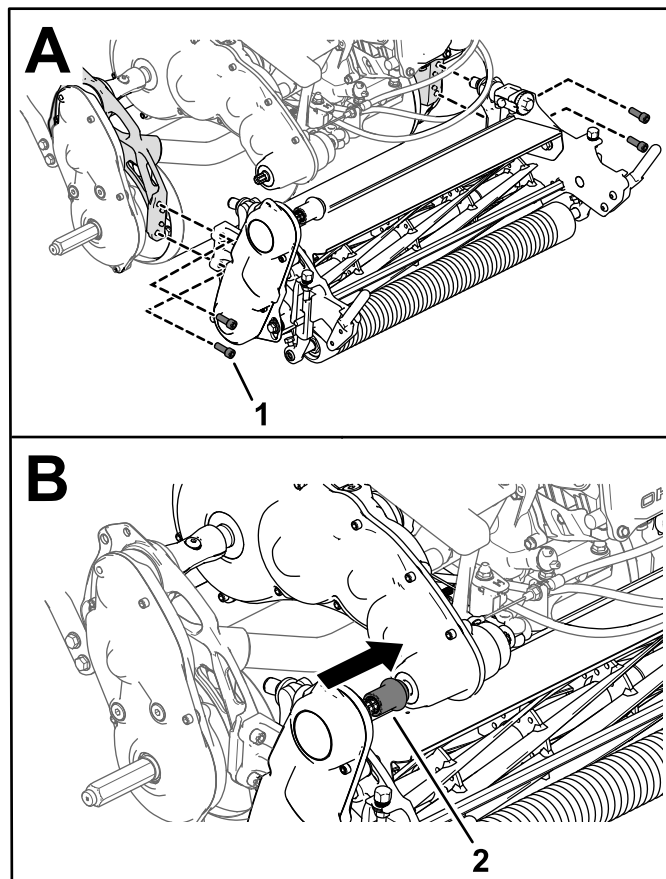

Figura 46
3. Con 4 viti a testa incassata fissate l'apparato di taglio al telaio (Figura 46).
4. Fate scorrere l'accoppiatore della trasmissione dell'apparato di taglio sull'albero di trasmissione (Figura 46).